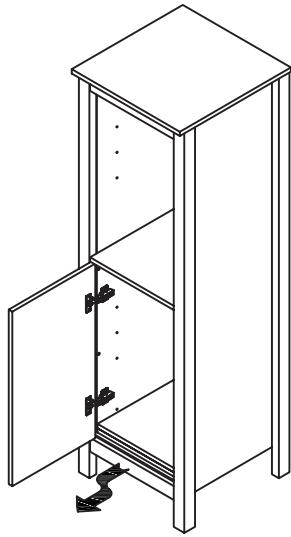

Figura 1
- 1: Una vez que abra el paquete, remueva la repisa ajustable de la parte de abajo del gabinete y remueva los soportes. Figura 1.